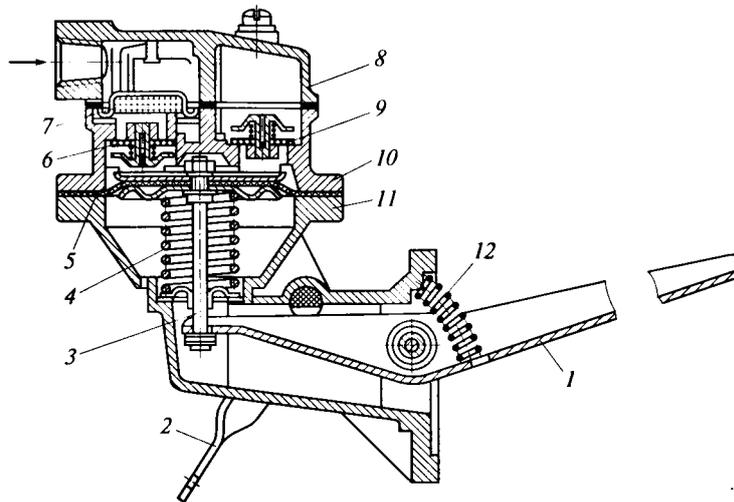

Рис. 1.13. Топливный насос Б-9ДГ:
**Иллюстративный материал** — рис. 1.13—1.17, учебные плакаты.
2. Разобрать *топливный насос Б-9ДГ* (см. рис. 1.13) в следующем порядке: